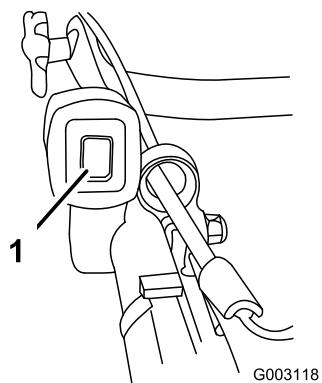

Figure 20
- Poussez le commutateur d'allumage en position Contact établi (I) (Figure 20).